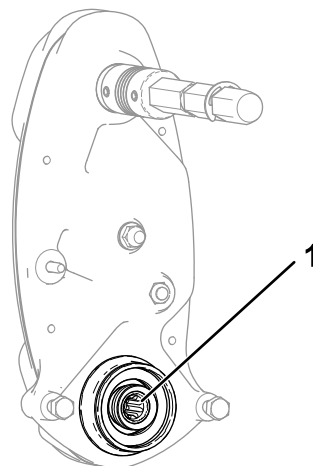

図 14
- リール駆動シャフトの内側 図 14 にグリスが残っているかどうか調べる。